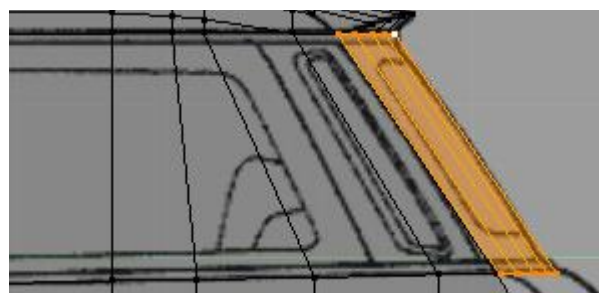

Figura 4.75
4. Selecione o último contorno do tejadilho e, na janela Right Ortho, faça uma extrusão até à base do vidro traseiro, **[E]**, figura 4.75.